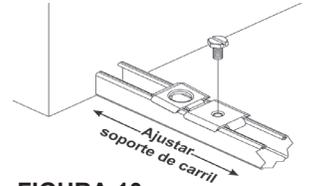

FIGURA 10
**Para lograr que las partes superiores de los paneles estén paralelas al carril superior,** comience el ajuste con las puertas en posición cerrada. Afloje la cuenca del carril inferior o superior y deslícelo en la dirección deseada (Figura 10). De ser necesario, ajuste las cuencas del carril para obtener un espacio libre de 1/8" entre los paneles en el centro cuando las puertas estén en posición cerrada.